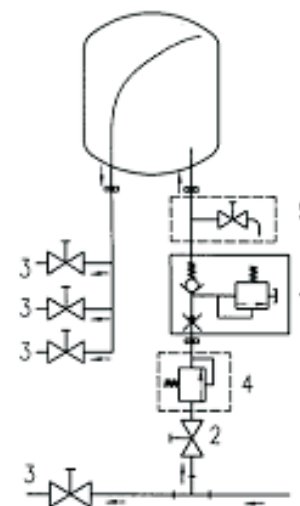

Рис. 2. Схема гидросистемы
- Трубу выхода горячей воды, помеченную красным кольцом, подсоедините к желаемому количеству точек потребления как показано на Рис. 2.